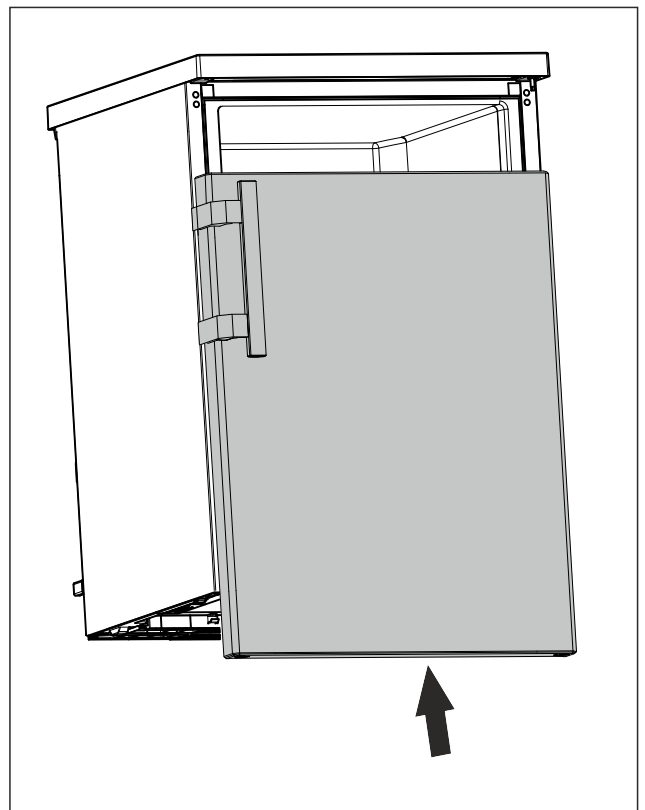

Fig. 15
- ▶ Schuif de deur op de bovenste grendel wanneer deze gesloten is. (zie Fig. 15)